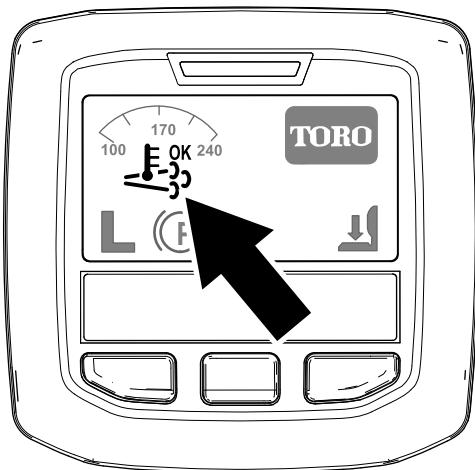

Figura 26
- Nell'InfoCenter viene visualizzata l'icona di rigenerazione assistita/ripristino (Figura 26).